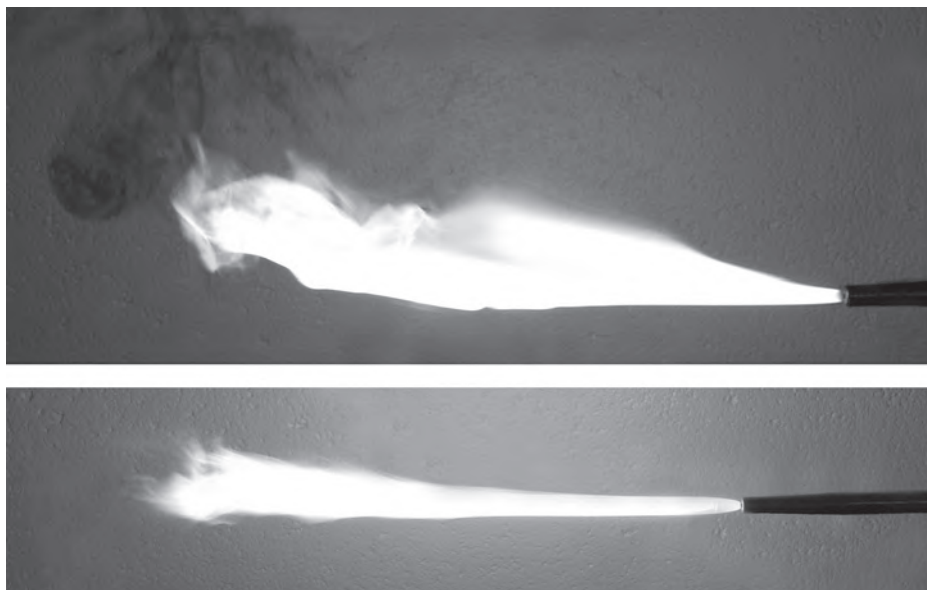

Figure 11 : Réglage de la flamme
7. Continuez d'ouvrir le robinet de gaz jusqu'à ce que la flamme ne fume plus (voir la figure 11).